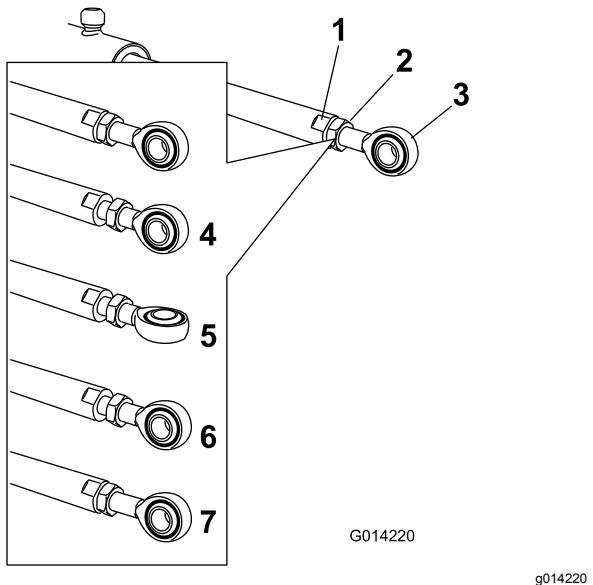

Figure 14
- Placez une clé sur les méplats de la tige de vérin pour l'immobiliser, puis desserrez l'écrou de blocage pour pouvoir manipuler la tige à œillet (Figure 14).
6. Tournez la tige à œillet dans la tige du vérin pour raccourcir ou allonger le vérin déployé à la position voulue (Figure 14).